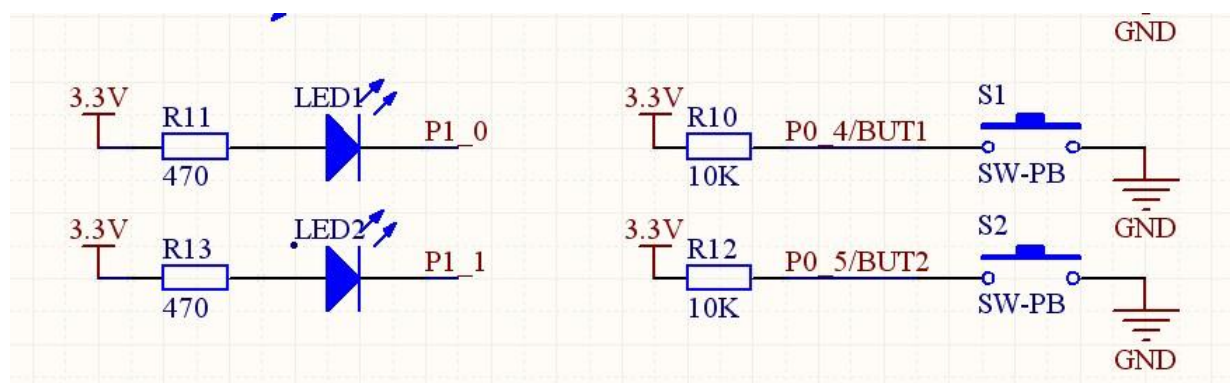

图 2.5
**实验讲解：**我们先来看看 WeBee 底板的 KEY 和 LED 部分原理图：如图 2.5 所示。